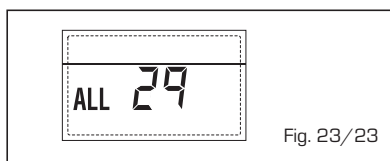

Fig. 23/23
- **ANOMALÍA SONDA RETORNO CALEFACCIÓN "ALL 30" (fig. 23/24)**